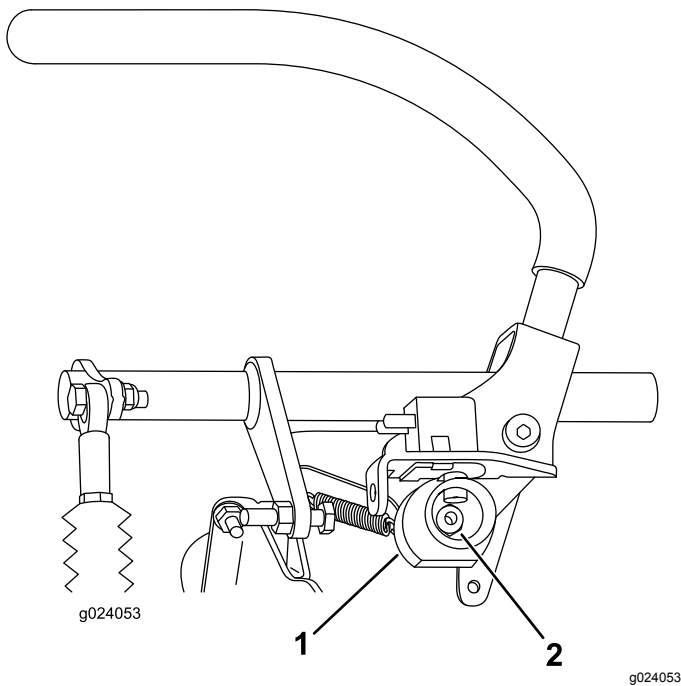

Bild 65
6. Lockern Sie die Mutter, mit der die Nocke befestigt ist (Bild 65).